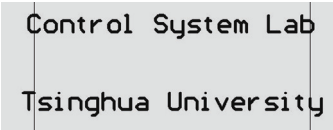

图 5-64 放置多个字符串
3) 设置完成后，退出对话框，单击把字符串放到相应的位置，如图 5-64 所示。